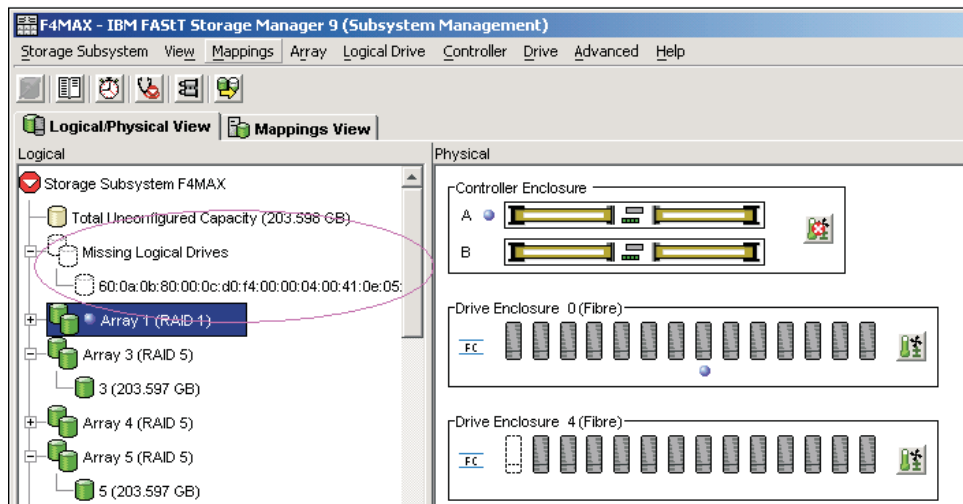

Figura 24. Visualização Lógica/Física de Gerenciamento de Subsistema de Unidades Lógicas Ausentes (Firmware do Controlador Anterior à 7.xx.xx.xx)
- Se o firmware do controlador for inferior ao 7.xx.xx.xx, aguarde até o DS Storage Manager marcar as matrizes/unidades lógicas como ausentes na janela Storage Subsystem Management. Consulte o Figura 24.